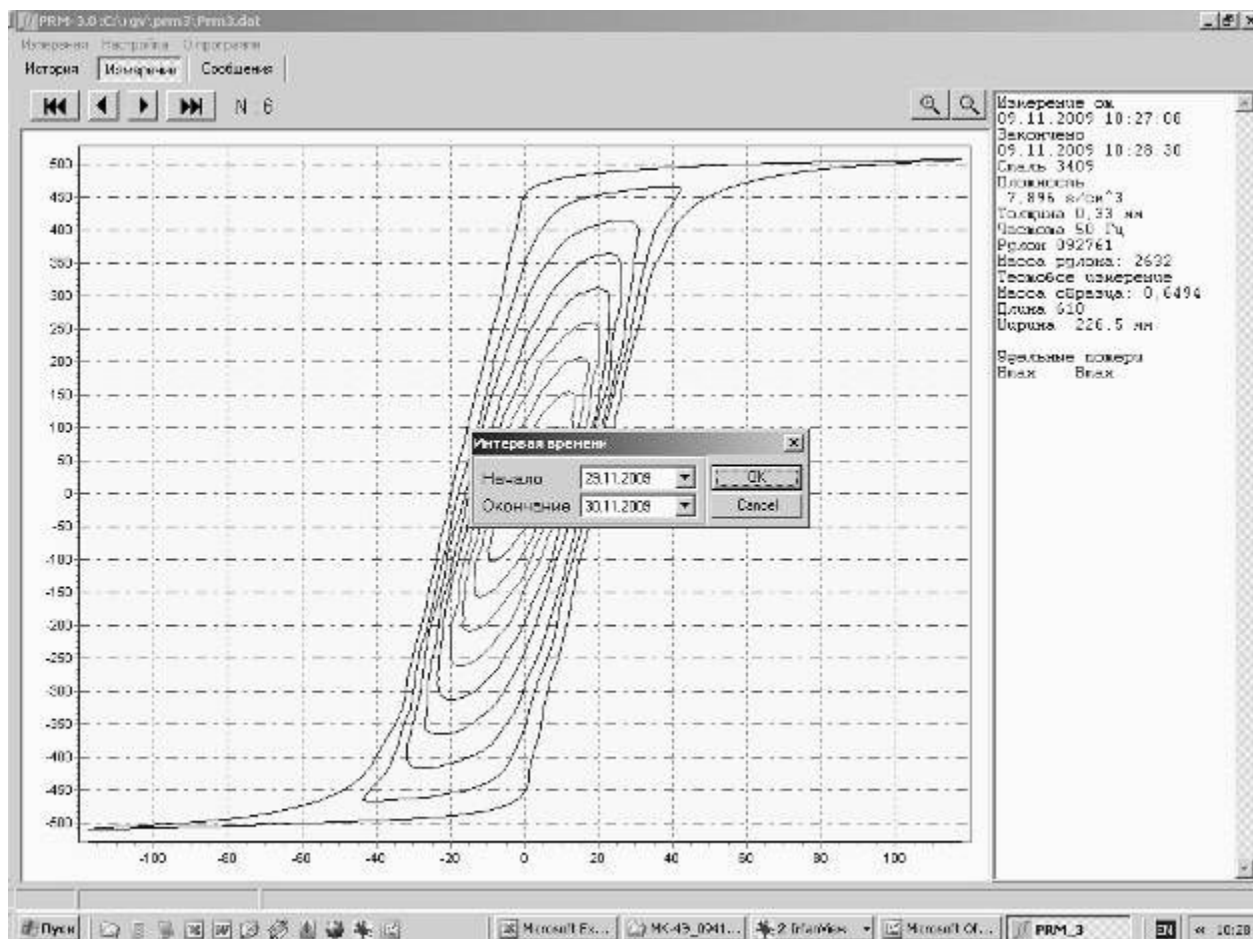

Рис.9 Окно "Измерения\Отчет в печать"
2.3.2.22 Кнопка "Отчет в печать" открывает окно задание интервала времени для показа отчета (рис.9).